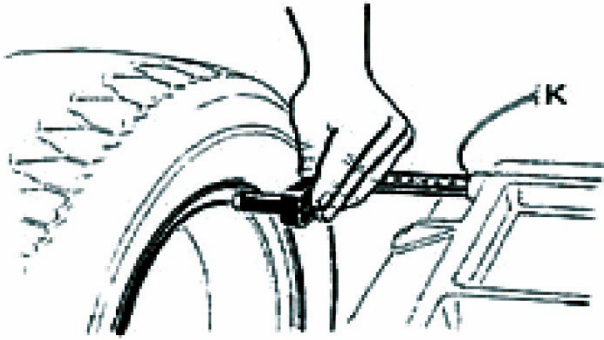

Abb.1
- * Einstellen des "a"-Wertes: Bewegen Sie die Messlehre zum ersten Messpunkt (z.B. wie in Abb.1 gezeigt), halten Sie die Messlehre (für ca. 4 Sekunden) in dieser Position, nach der Bestätigung bringen Sie die Messlehre wieder auf die 0 Position zurück. (Der Messwert wird automatisch im Display angezeigt).